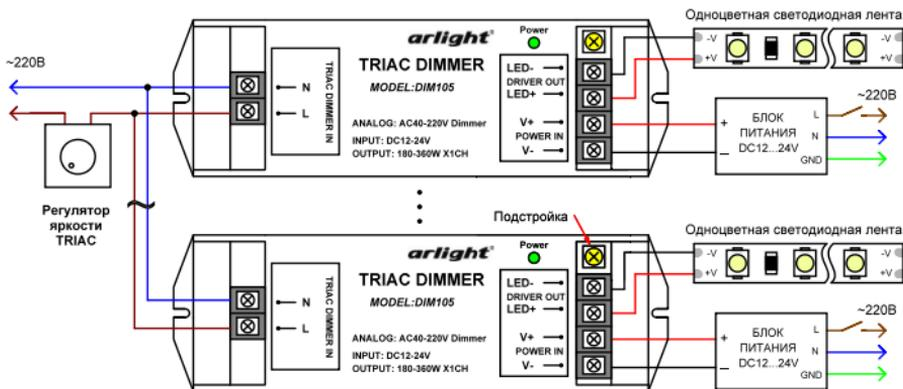

Рис. 1. Схема подключения.
3.4. Подключите светодиодную ленту или другой совместимый светодиодный источник света к выходу **DRIVER OUT** диммера, соблюдая полярность LED+ и LED- (см. Рис.1).
3.9. При необходимости выполните подстройку диммера переменным резистором, расположенным рядом с выходными клеммами (см. Рис.1.).